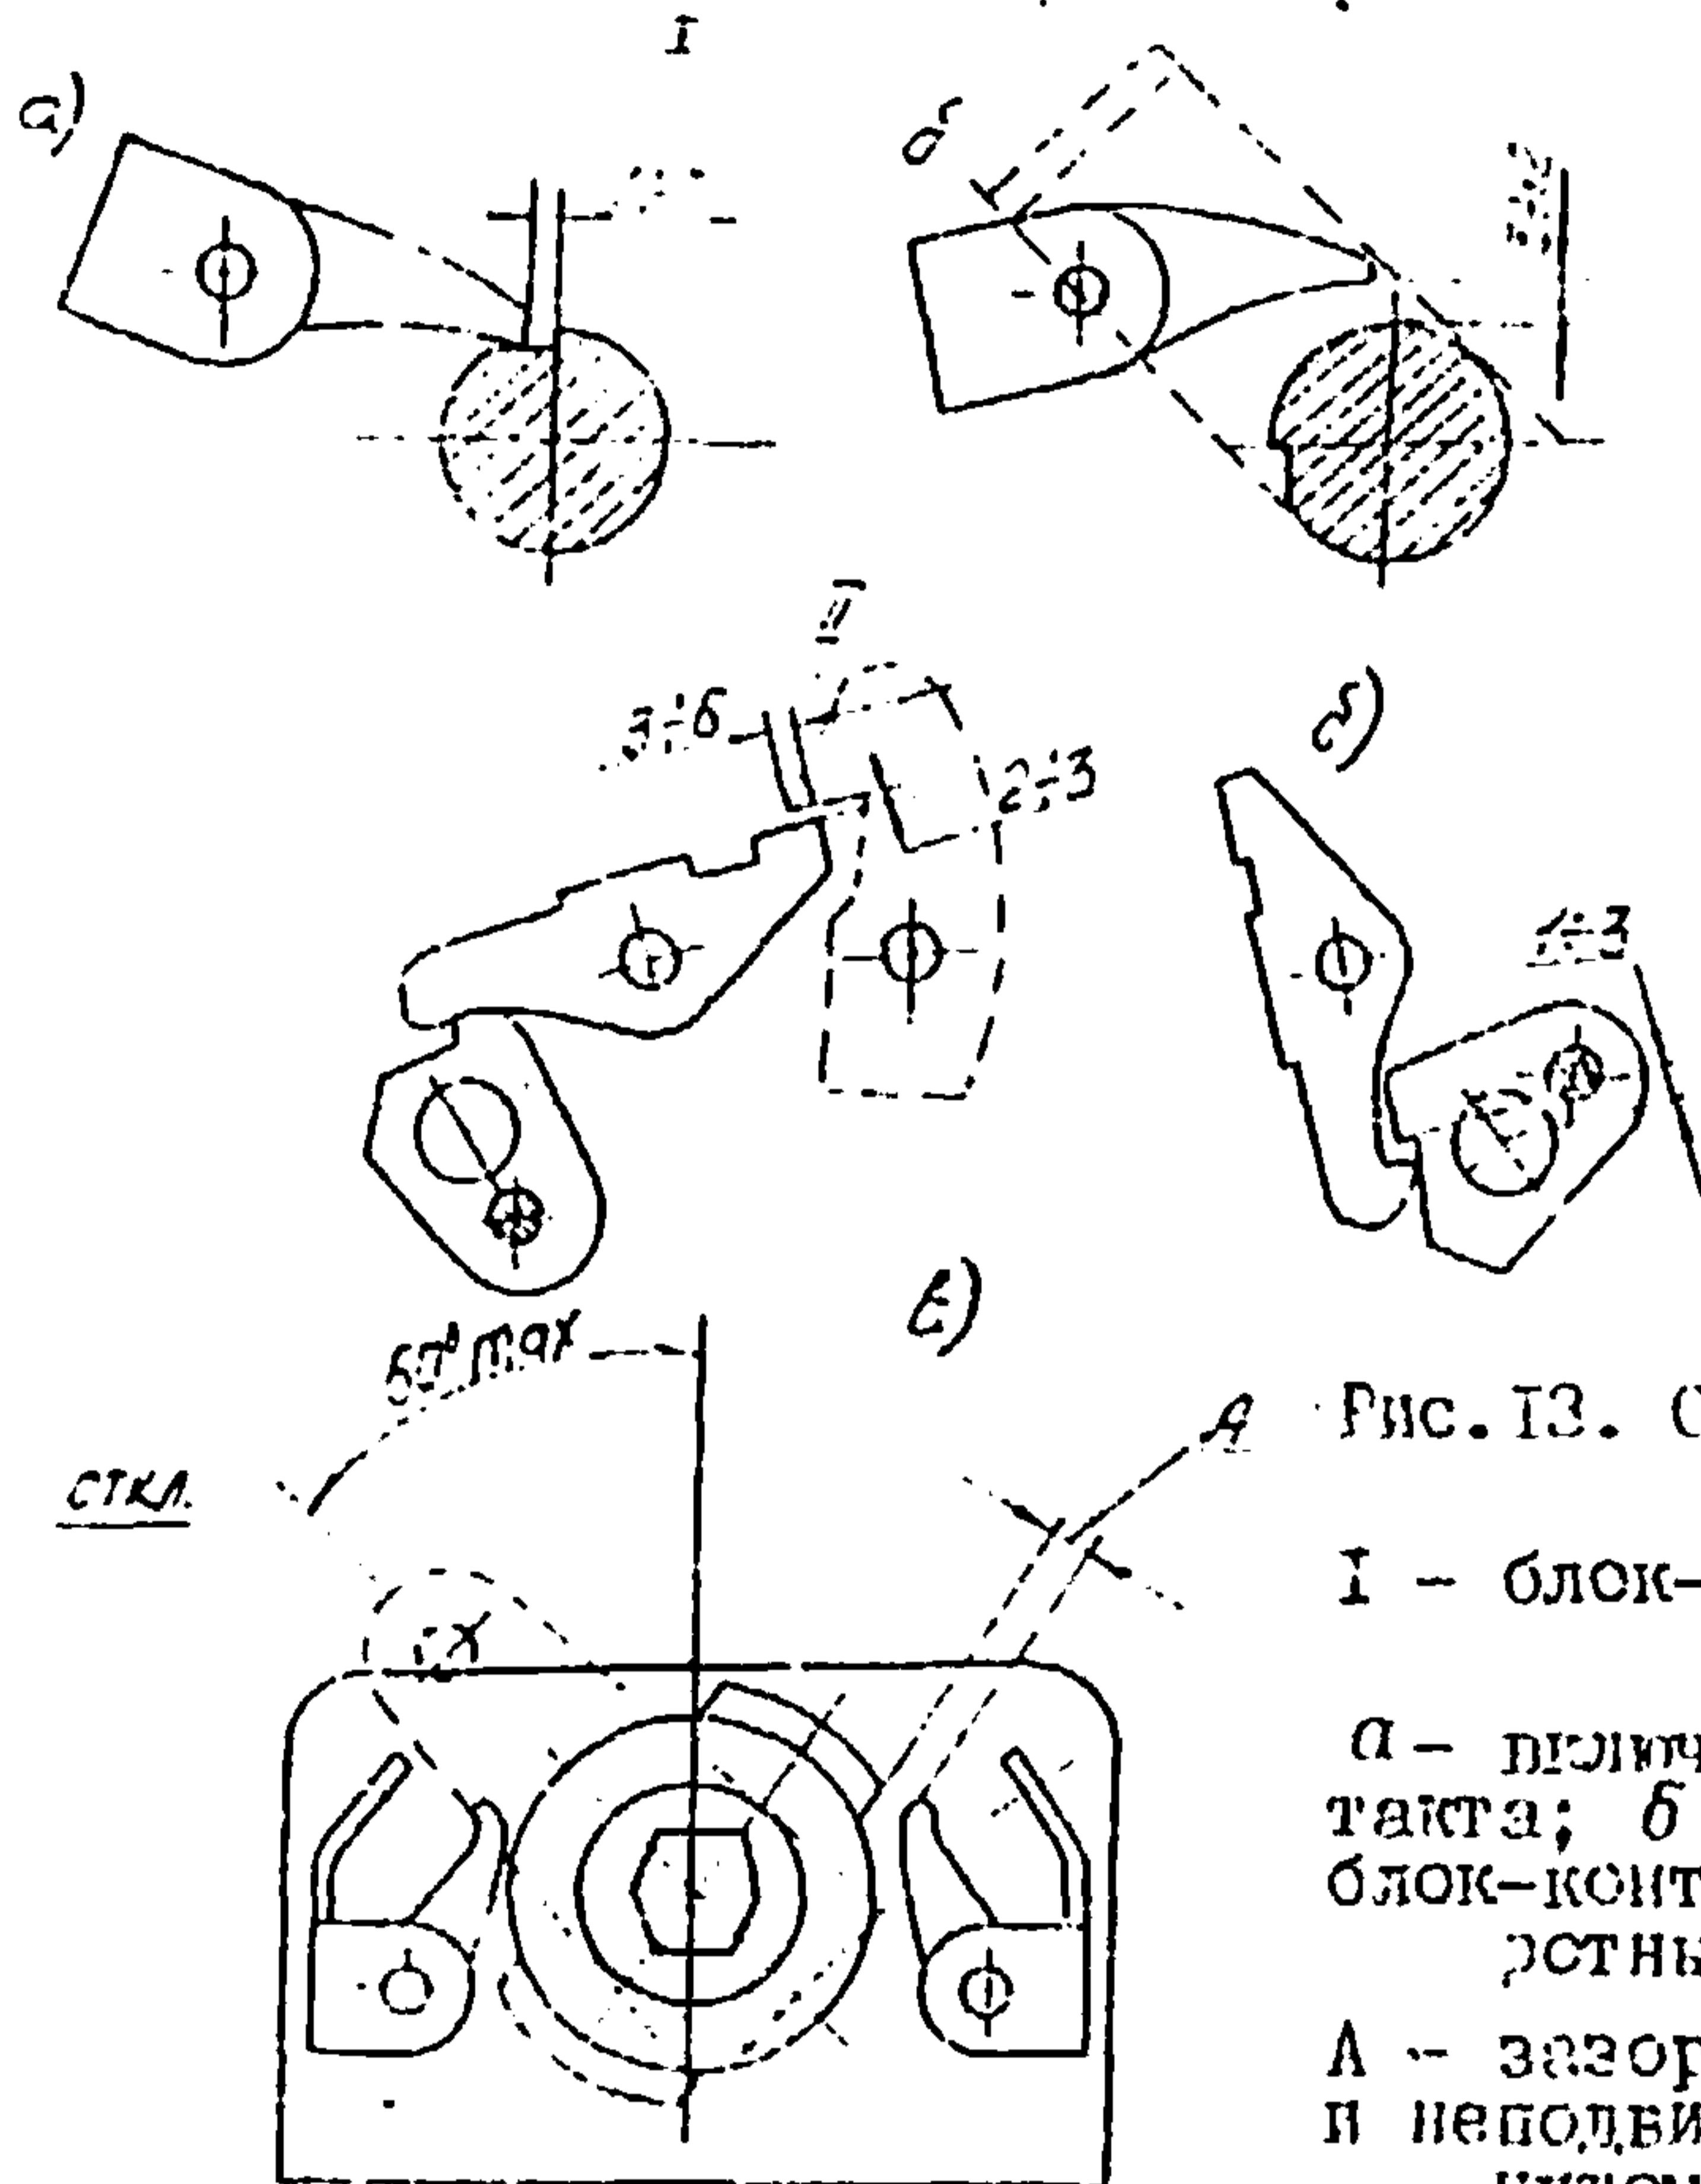

Рис. 13. Схема регулировки блок-контактов КБВ и КБО:
17.8. Произвести регулировку блок-контактов (рис. 13). При регулировке оледует иметь в виду, что: